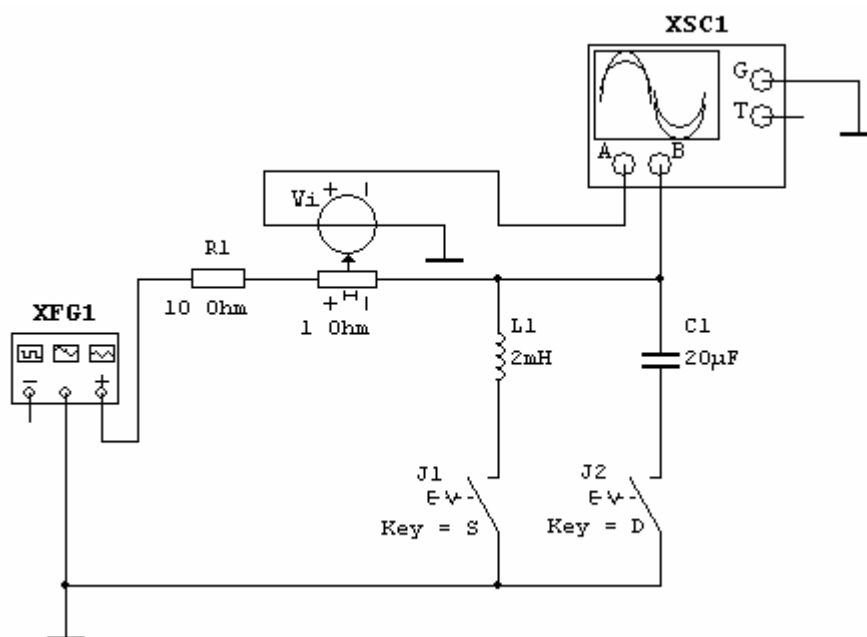

Рис.1.11. Схема виртуального эксперимента для исследования индуктивного элемента L и емкостного элемента C
- 1.2.В.1. Сформировать схему для проведения виртуальных экспериментов согласно рис.1.11.
1.2.В.3. Разместить все элементы схемы согласно рис.1.11 (см. п. 1.2.Б.12).
1.2.В.4. Соединить все элементы между собой согласно схеме рис.1.11 (см. п. 1.2.Б.13).